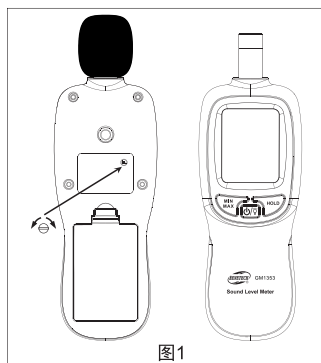

图1
- 2、打开标准音源 (94dB@1KHz) 的电源开关, 使用一字批调整机背贴内开圆孔处的电位器使LCD显示为94.0, (如图1);